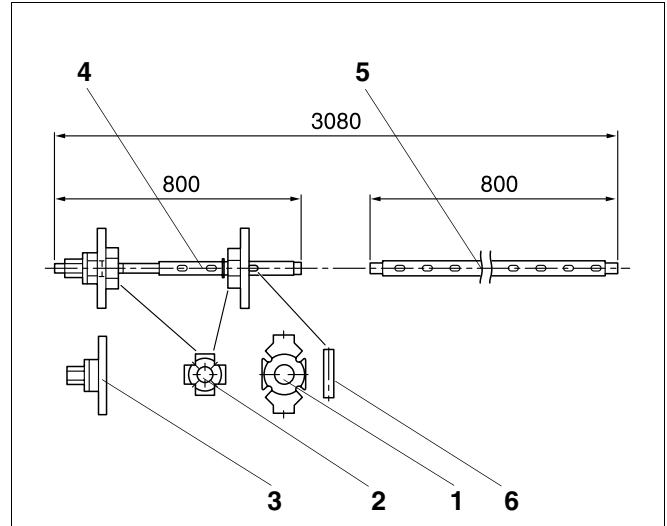

Fig. 4 Outillage de serrage taille 2.3
- Outils de serrage complet (fig. 4) en cas de livraison en éléments séparés (barres de montage)
Légende pour fig.4